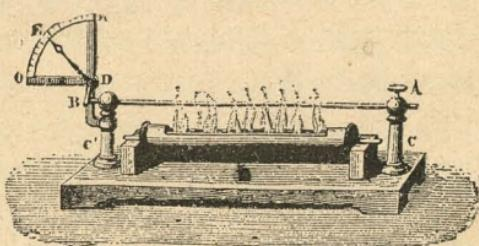

Fig. 74.—Pirómetro de cuadrante.
4. **Dilatación lineal.-Pirómetro de cuadrante.**—La dilatación se demuestra con el *pirómetro de cuadrante* (fig. 74), que se compone